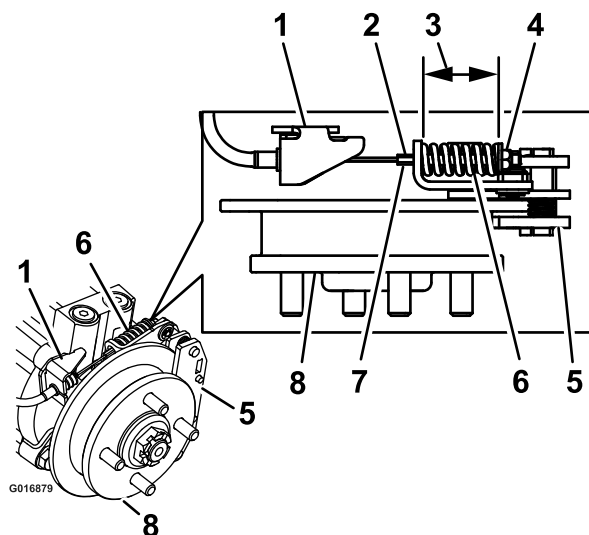

Figure 76
9. Maintenez l'extrémité de la tige filetée avec un outil et ajustez le contre-écrou jusqu'à ce que la longueur du ressort se situe entre 3,8 et 4 cm (1-1/2 et 1-9/16 po) (Figure 76). Le câble ne doit pas tourner quand les écrous sont desserrés.